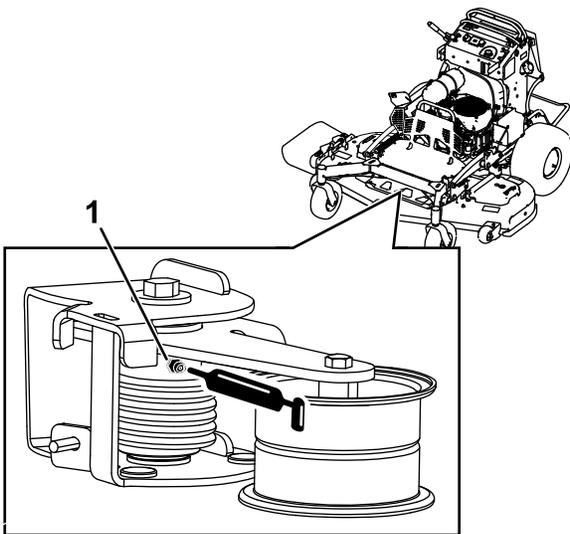

Figura 39
2. Engrase el brazo tensor de la carcasa del cortacésped, usando grasa para altas temperaturas, en el engrasador indicado en Figura 39.